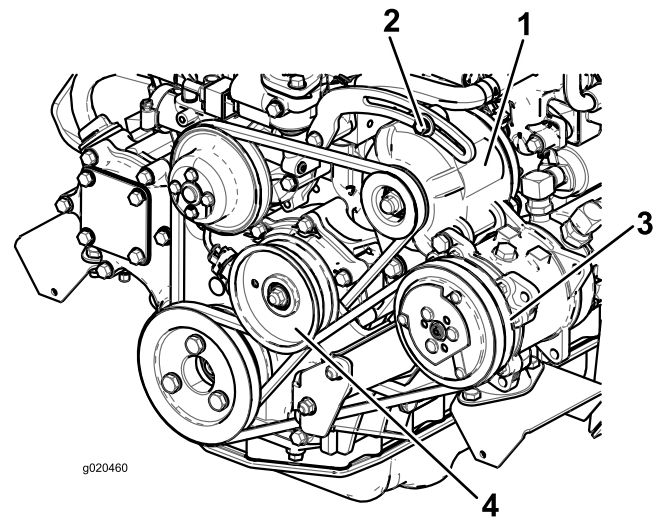

Figure 98
Si vous n'obtenez pas une flèche de 10 mm, desserrez les boulons de fixation de l'alternateur (Figure 98).
- Si vous n'obtenez pas une flèche de 10 mm, desserrez le boulon de fixation de la poulie de tension (Figure 98).